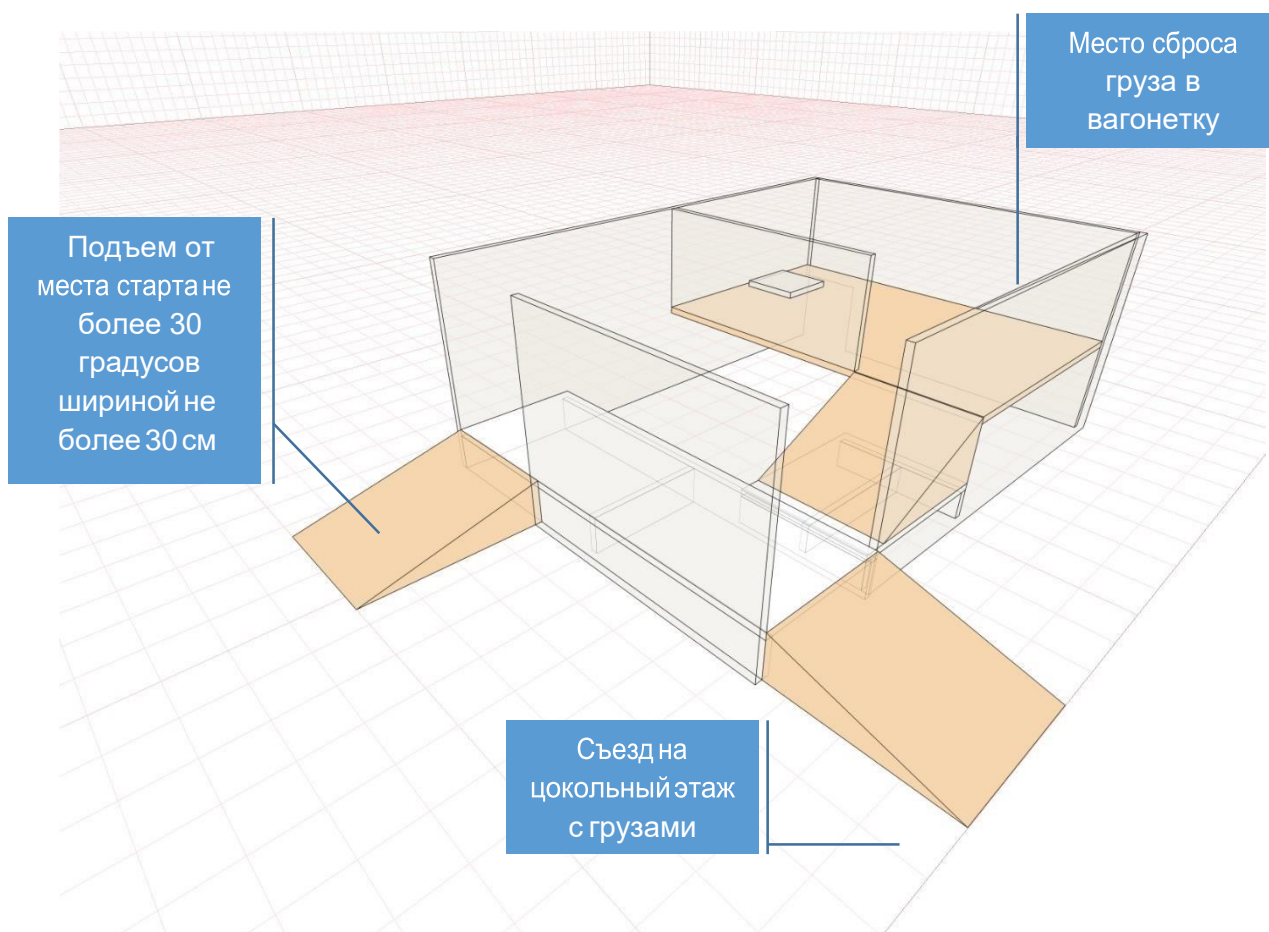

Рис. 3. Шахта
2.5.1.2. Цель прохождения полигона заключается в доставке груза и движении по «Шахте» (рис.3.).